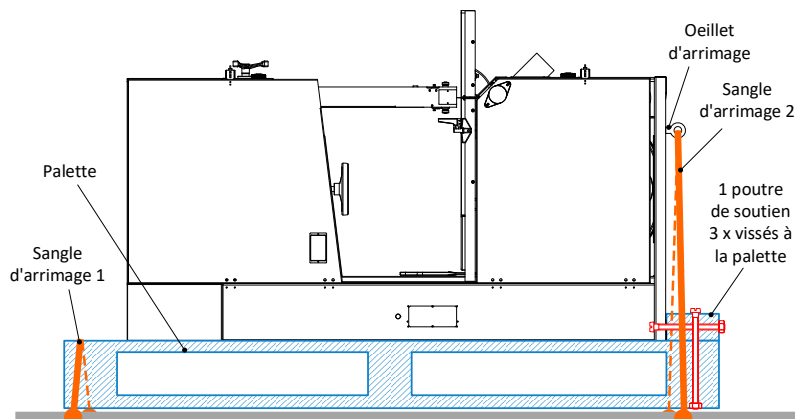

Figure 11 : arrimage RAPID 700 / 800 / 900
- Il y a un œillet d'arrimage pour la sangle d'arrimage 1 sous le socle de la machine (⇨ Figure 11). La palette est directement arrimée avec la sangle 2.